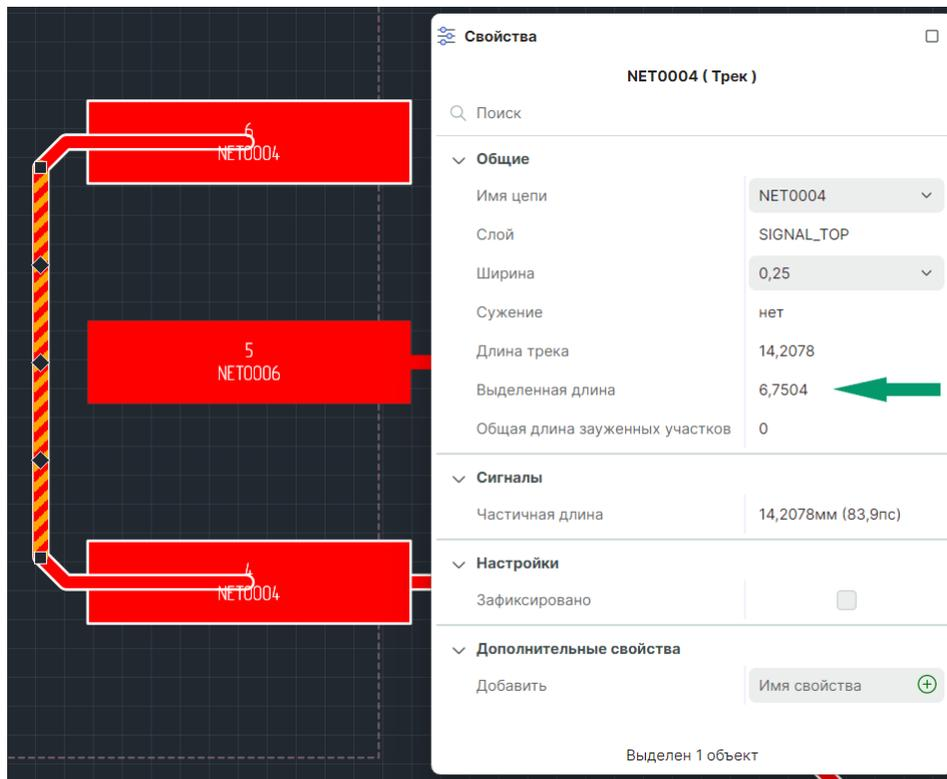

Рис. 201 Параметры трека - «Выделенная длина»
- «Выделенная длина» – значение длины выделенного сегмента/сегментов трека в мм, см. Рис. 201.